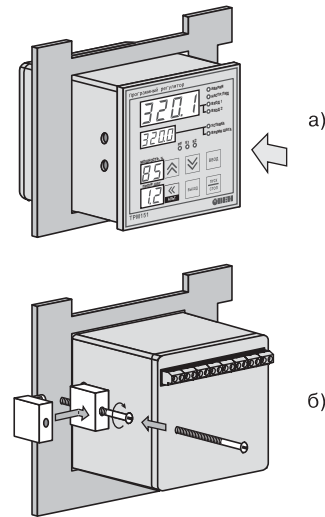

Рис. 12. Установка прибора щитового крепления
1. Вставьте прибор в специально подготовленное отверстие на лицевой панели щита (см. *прил. А* и рис. 12, а).
2. Вставьте фиксаторы из комплекта поставки в отверстия на боковых стенках прибора (рис. 12, б).